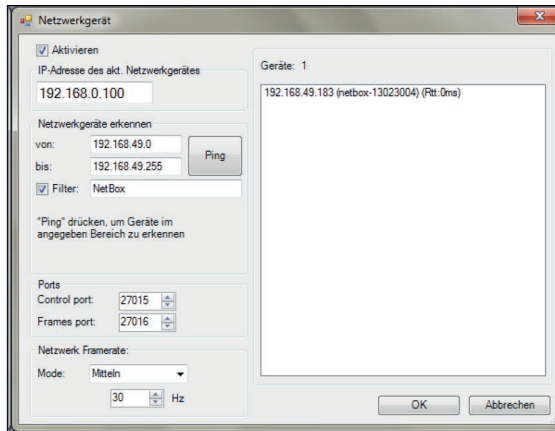

Abb. 25 Suche von Netzwerkgeräten in TIM Connect
- ▶ In dem sich öffnenden Fenster, siehe Abb. 25, setzen Sie bitte einen Haken bei Aktivieren und geben dann bei Netzwerke erkennen den Adressbereich Ihres lokalen Netzwerkes ein.
➔ Wenn Sie jetzt Ping, siehe Abb. 25, betätigen, werden alle Computer innerhalb des angegebenen Adressbereiches aufgelistet.
Unter Netzwerk Framerate, siehe Abb. 25, können Sie die über das Netzwerk zu übertragende Bildfrequenz eintragen.
Unter **Geräte**, siehe Abb. 25, sollte jetzt Ihr TIM NetPCQ aufgelistet sein.